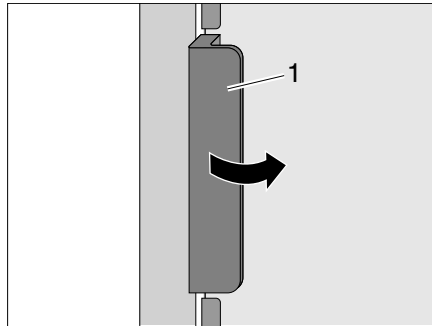
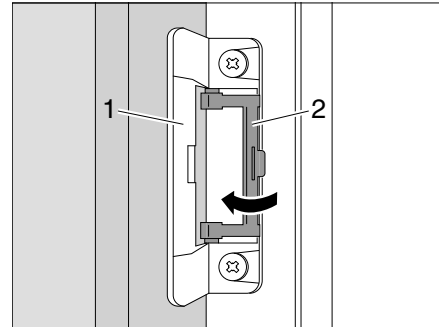

Fig. 350 Ouvrir la porte du réfrigérateur
Fig. 351 Bloquer la position de ventilation
- Ouvrir la porte du réfrigérateur avec la poignée (Fig. 350,1). Le verrouillage (Fig. 351,1) sera débloqué automatiquement.
- Rabattre le dispositif de blocage (Fig. 351,2).